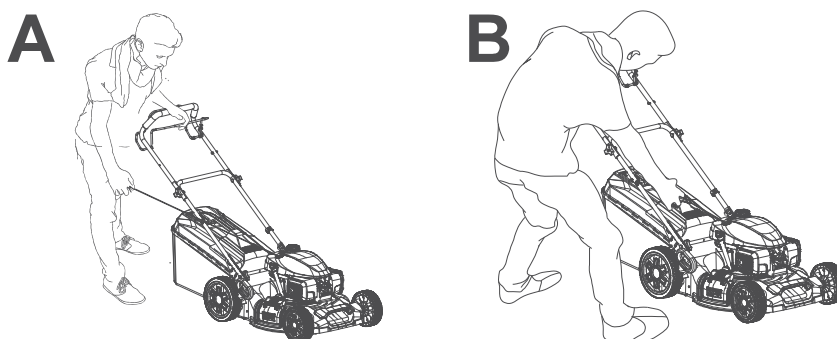

Fig. 24
**AVISO!** A posição inicial deve ser a descrita no manual de instruções. A Fig. 24 A ilustra a posição inicial definida. O operador deve ligar o motor atrás do guiador superior (1). Não ligue o motor enquanto estiver de pé na parte lateral do produto, conforme ilustrado na Fig. 24 B.